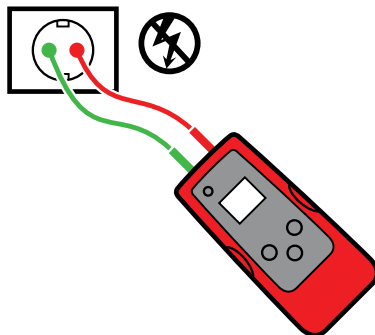

Figure 3.5a
3. Raccordez les câbles d'essai rouge et vert aux fils de ligne et neutre de la même prise ou du même fil (voir figure 3.5a).*